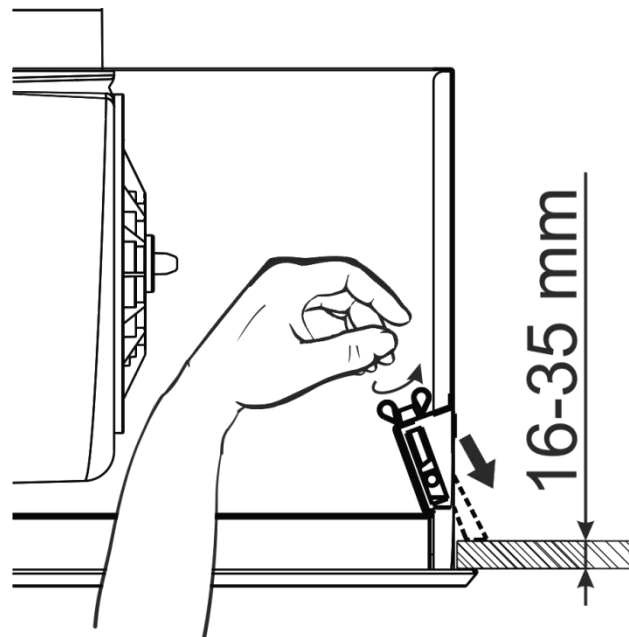

Рис.5
6.5.2 Вставте витяжку в прорізаний прямокутний отвір, злегка натиснувши пружні зажими. Рукою, по обидва боки, закрутіть гайки барашкові (рис.5) до повного прилягання витяжки до дна нижньої полиці навісної меблевої шафи.